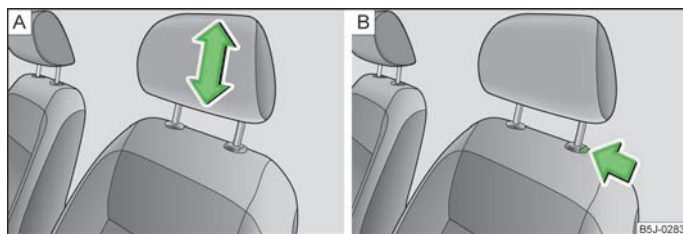

Fig. 38 Encosto de cabeça: ajustar / desmontar
- Com as duas mãos, segure as partes laterais do encosto de cabeça e puxe-o para cima conforme pretendido » Fig. 38 - [A].
- Se pretender baixar o encosto de cabeça, prima o botão de segurança » Fig. 38 - [B] com uma mão e mantenha-o premido; com a outra mão, pressione o encosto de cabeça para baixo.
- Prima o botão de segurança no sentido da seta » Fig. 38 - **B** e extraia o encosto de cabeça.